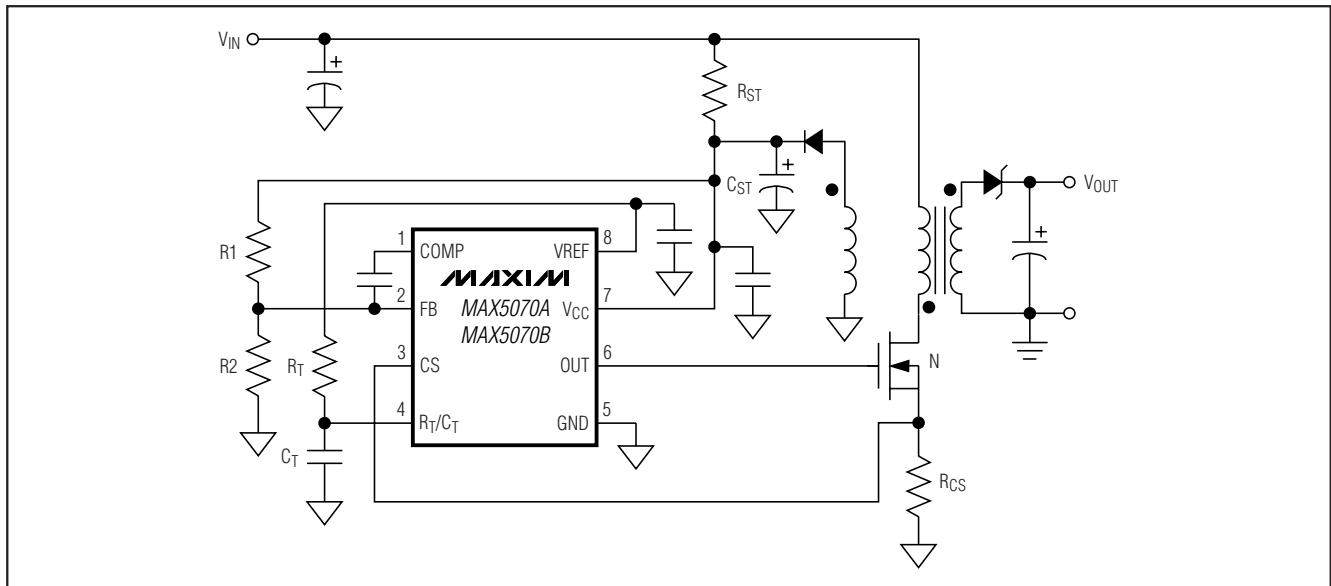
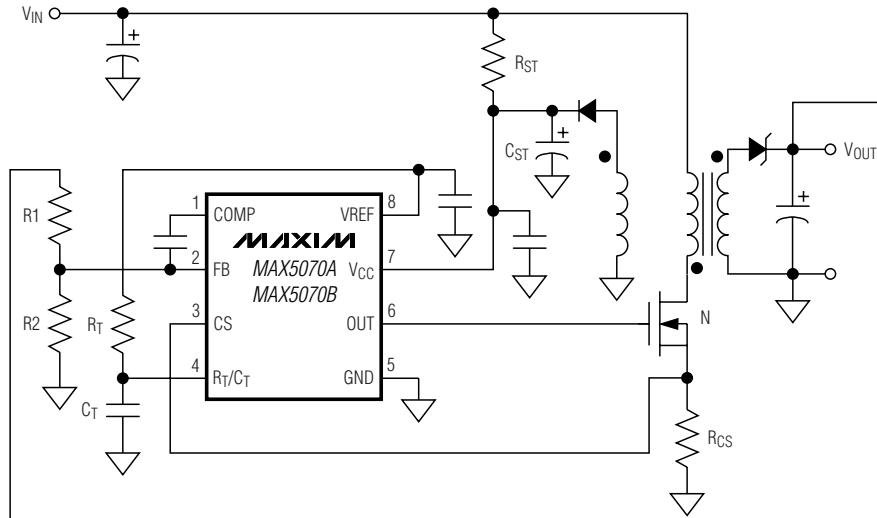
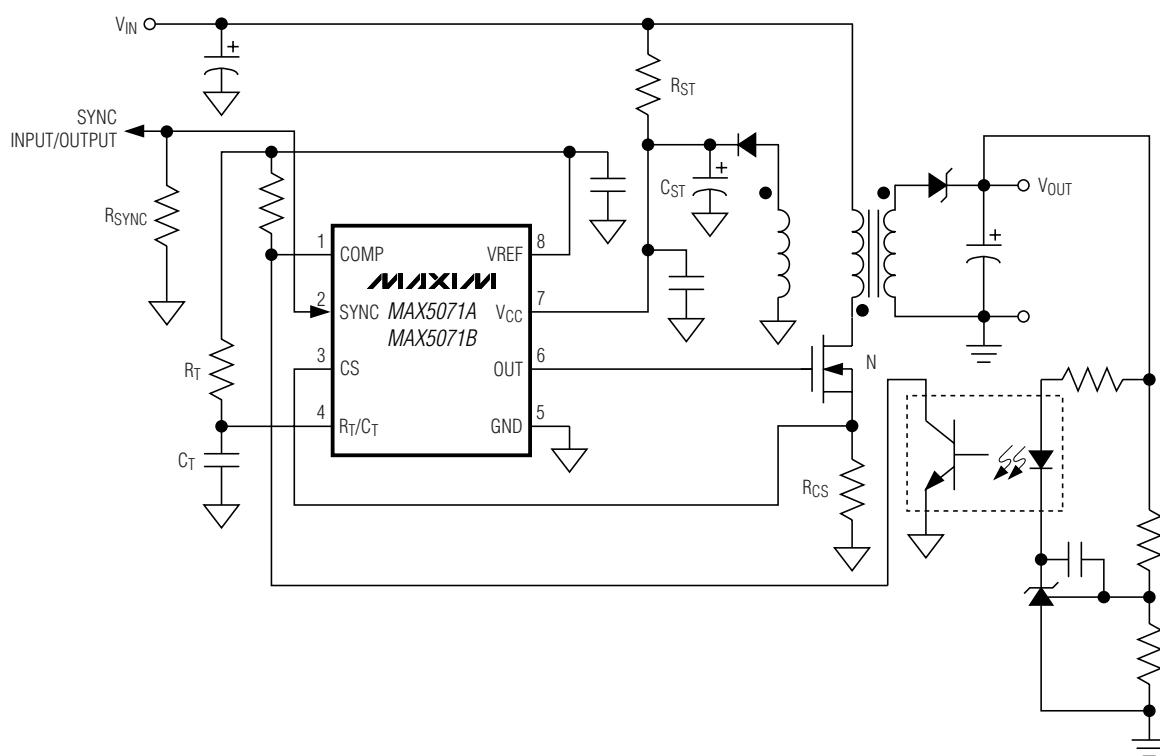
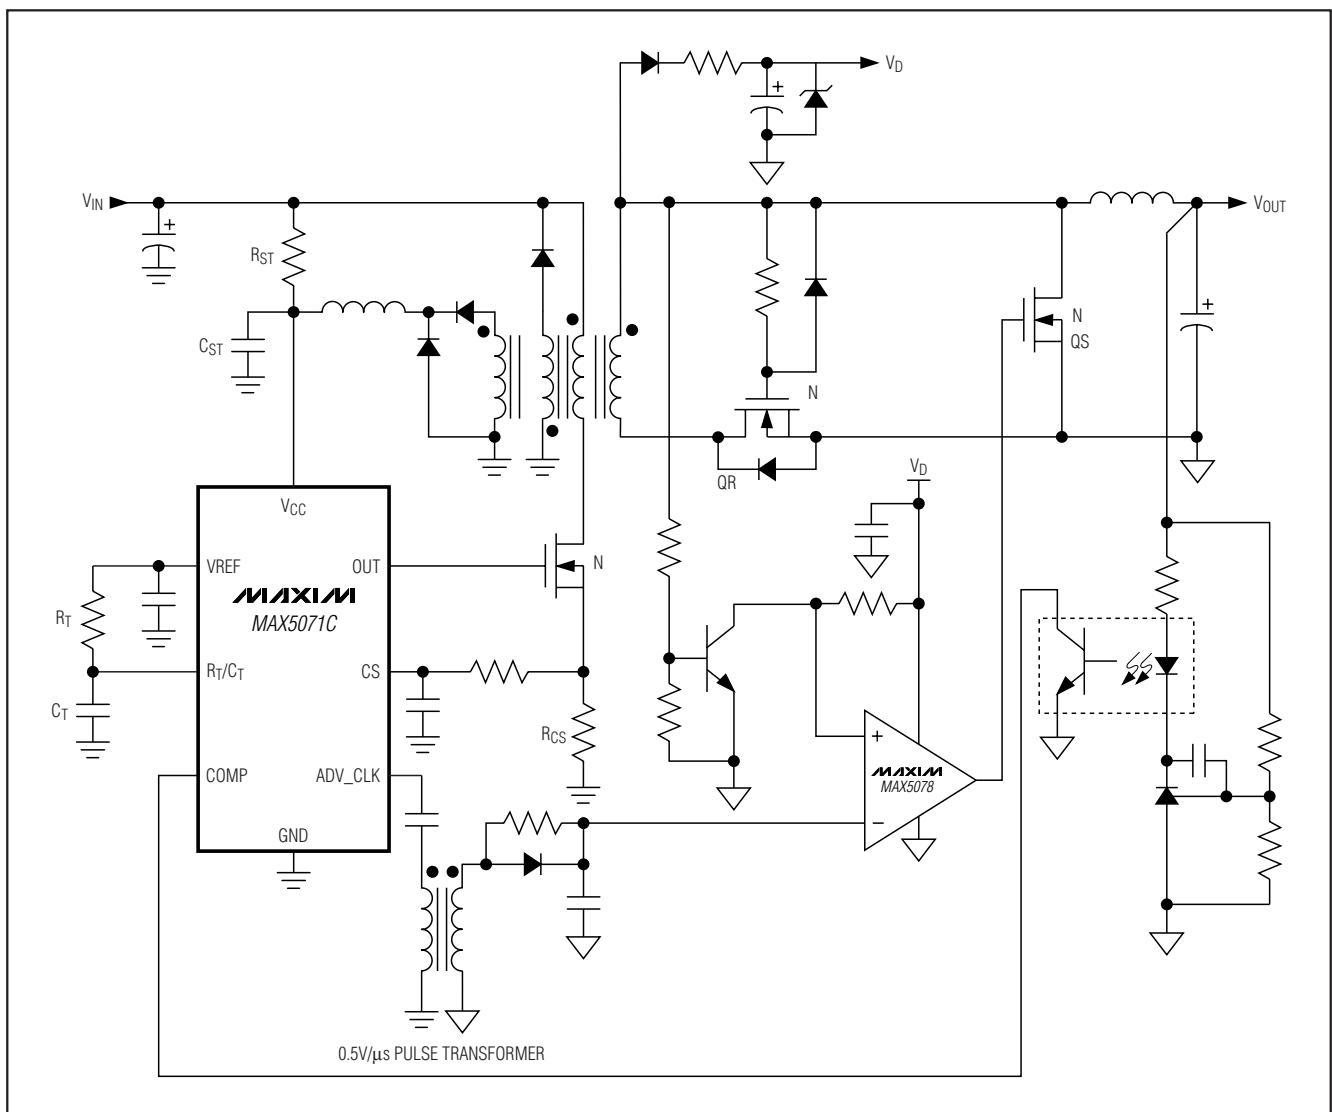

图 5. MAX5070A/MAX5070B 典型应用电路 (一次侧调整的隔离反激)
图 6. MAX5070A/MAX5070B 典型应用电路 (非隔离反激)
图 7. MAX5071A/MAX5071B 典型应用电路 (隔离反激)
图 8. MAX5071C 典型应用电路 (带二次侧同步整流的隔离正激)
在正常运行时， $V_{CC}$ 从变压器的第三绕组获得。然而在启动时，变压器没有能量传输，因此必须在 $V_{CC}$ 与输入电源之间连接一个电阻（见图5至图8中的 $R_{ST}$ 和 $C_{ST}$ ）。启动期间， $C_{ST}$ 通过 $R_{ST}$ 充电。为将启动电流降低至 $65\mu A$ 以下，5V基准发生器、比较器、误差放大器、振荡器以及驱动电路在UVLO期间保持关断状态。当 $V_{CC}$ 达到16V欠压锁定阈值时，输出驱动器开始工作，第三绕组将向 $V_{CC}$ 供电。 $V_{CC}$ 输入端处内置一个26.5V限流钳位器，以防止器件在启动时出现过压。
MAX5070内部集成了一个误差放大器。其反相输入为FB，正相输入已内接至2.5V基准。内置误差放大器适用于非隔离型转换器的设计（见图6），或利用偏置绕组进行一次侧调整的隔离型设计（见图5）。在非隔离电源设计中，输出电压为：
其中，R1和R2如图6所示。
MAX5071A/MAX5071B/MAX5071C设计用于具有外部误差放大器的非隔离转换器，或者具有光电耦合器和误差放大器的隔离转换器。COMP输入经过电平移位后被连接到PWM比较器(CPWM)的反相端。在非隔离设计中将COMP引脚与外部误差放大器的输出相连。对于隔离式设计，在外部将COMP上拉到不低于5V的电源(或VREF)，并按照图7和图8所示连接光耦合器晶体管。COMP可用于软启动，也可用于关断。不同温度下COMP的关断电压参见典型工作特性。如果COMP外部电压的最大值低于4.9V，则PWM限流阈值会降至1V以下。根据以下公式来计算保证初级峰值电流( $I_{P-P}$ )所需的最小COMP电压( $V_{COMP}$ )：
SYNC为一个双向输入/输出引脚，可以输出同步脉冲，也可以接收其他MAX5071A/MAX5071B的同步脉冲(见图7和图9)。作为输出时，SYNC为一个由内部振荡器驱动的p沟道MOSFET的漏极开路输出，需外接一个500Ω至5kΩ的下拉电阻( $R_{SYNC}$ )。作为输入时，SYNC接收来自于其他MAX5071A/MAX5071B的输出脉冲。
ADV\_CLK 为超前脉冲输出，用于在 MAX5071C 电路中方便地实现二次侧同步整流。ADV\_CLK 脉冲宽度为 85ns (典型值)，其上升沿比 OUT 上升沿超前 110ns。在二次侧出现电压前，利用该超前脉冲来关闭二次侧同步整流器 MOSFET (QS) (见图 8)。提前关闭二次侧同步 MOSFET 可以避免在正激转换器中二次侧被短路。ADV\_CLK 脉冲可以通过脉冲变压器或高速光耦合器传递至二次侧。85ns 的脉宽，3V 的驱动电压 (10mA 源出)，显著降低了对于脉冲变压器的伏秒积要求，而超前的脉冲也降低了对于高速光耦的要求。